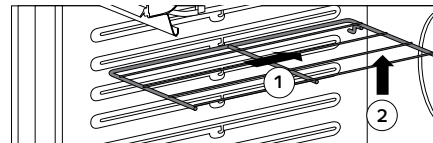

figura 1
Empurre-a até o fundo da cavidade (1), levante a parte de trás da prateleira (2) até que a trava fique entre os níveis, puxe-a para frente retirando-a do forno (figura 1).